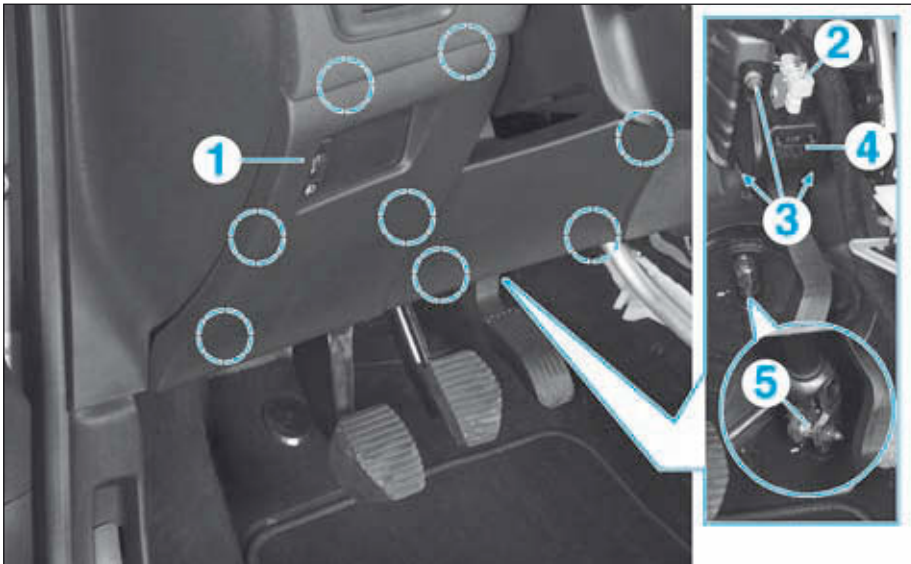
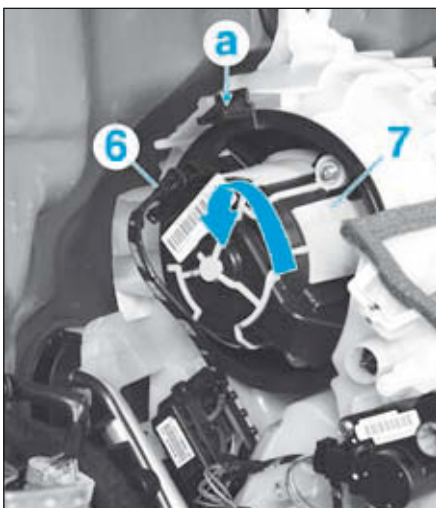

FIG.25
FIG.26
- Déposer la garniture (1) (Fig.25).
- Débrancher le connecteur (2).
- Déposer les écrous (3) et extraire la pédale d'accélérateur (4).
- Déposer le boulon (5) et désaccoupler la colonne de direction de la valve distributrice.
- Débrancher le connecteur (6) (Fig.26).
- Presser l'agrafe en (a) et pivoter le motoventilateur d'habitacle (7) dans le sens anti-horaire.
- Déposer le motoventilateur d'habitacle (7).
- Déposer la pédale d'accélérateur (4) (Fig.25).